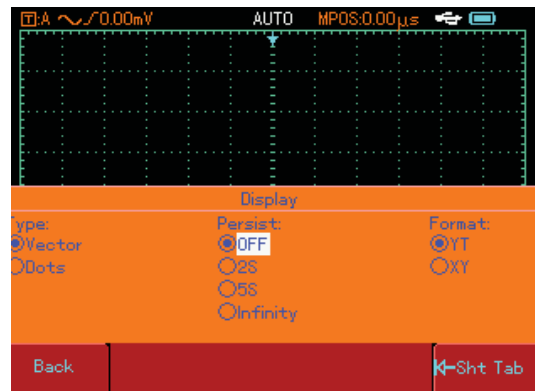

Figura 2-4 Uso del menú "continuo" con la perilla
c. Con la perilla, seleccione el punto del display Type. El menú seleccionado aparecerá en negrilla. Luego presione la perilla una vez para confirmar. El “punto” está ahora seleccionado en el display type, y automáticamente saltará al menú “Persist”, como se muestra en la figura 2-4. Gire la perilla en el modo continuo a 5s, luego presione la perilla para confirmar.
Nota : Cuando opera el menú como se muestra en la figura 2-4, si la selección del menú está en “continuos”, puede presionar F5 para regresar al menú Type para resetear esa página.